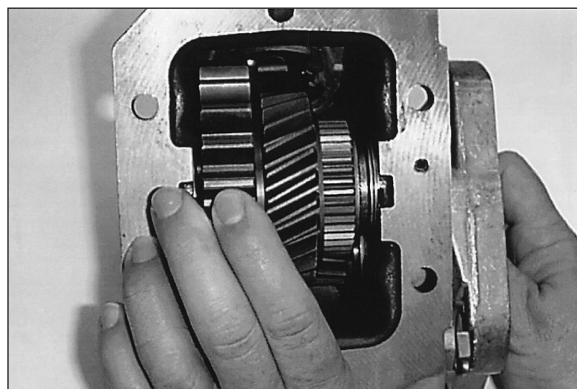

Fig. 4
5. Mueva con la mano el engranaje de accionamiento de la PTO en la transmisión y el engranaje de accionamiento en el conjunto de la PTO. Cuando se mueven los engranajes se obtiene la siguiente información importante (Fig. 4).